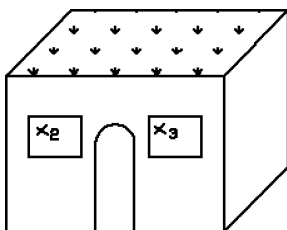

图 3-20 绘制步骤 (二)
(5) 同样,单击“默认”选项卡“绘图”面板中的“图案填充”按钮,选择 ANGLE 图案为预定义图案,角度为0,比例为2,拾取如图 3-20 所示 2、3 两个位置的点填充窗户。